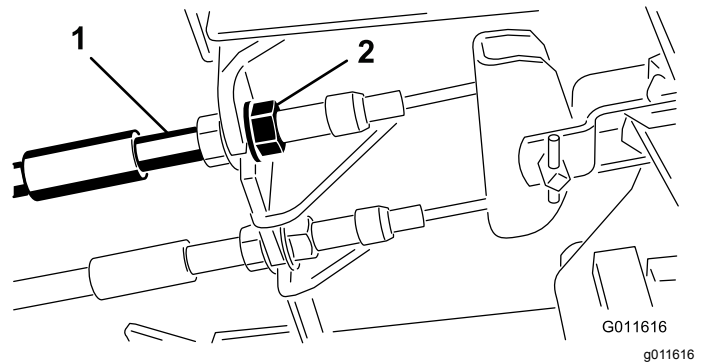

Figure 63
1. Pour réduire la garde aux pédales de frein, serrez les freins en desserrant l'écrou avant sur l'extrémité fileté du câble de frein (Figure 63).